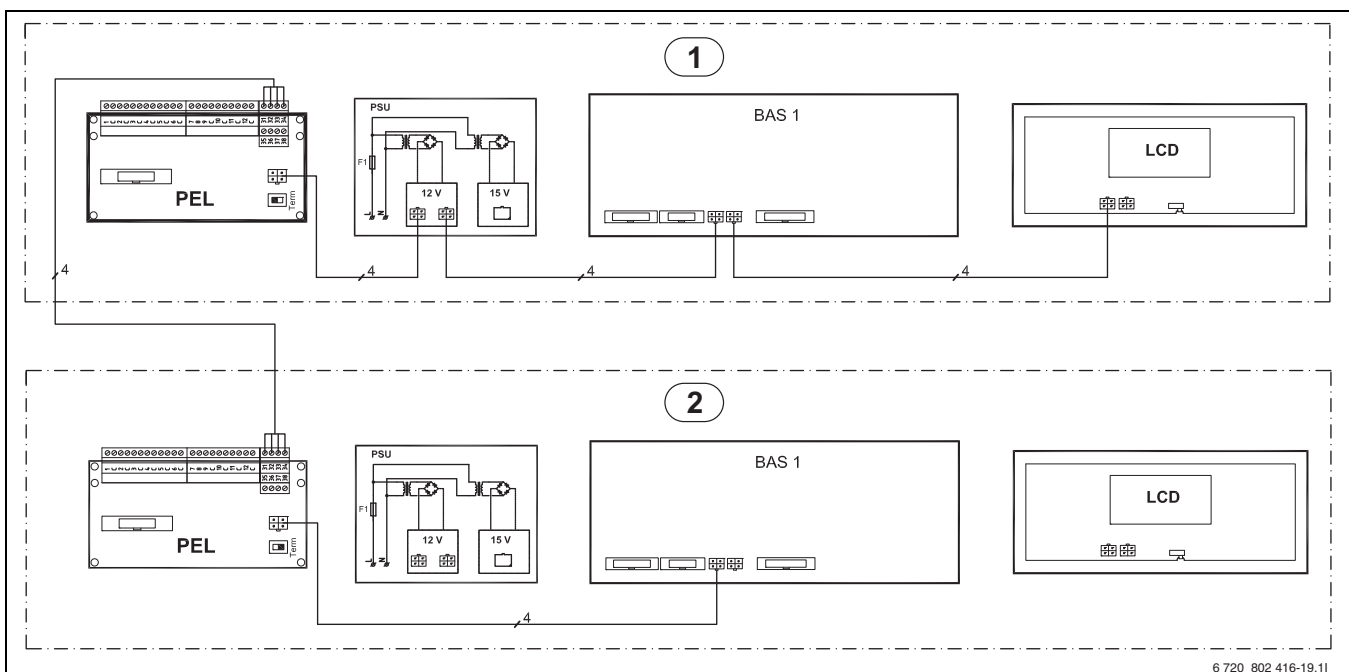

Fig. 36 Vue d'ensemble du bus CAN avec deux pompes à chaleur
i La carte PSU et le LCD (→ figure 36) de la pompe à chaleur 2 sont raccordés en usine. Ils sont déconnectés et non utilisés pour un raccordement en cascade.
4. Commuter le câble le bus CAN avec le câble bus CAN existant de la pompe à chaleur 2 (→ figure 36).